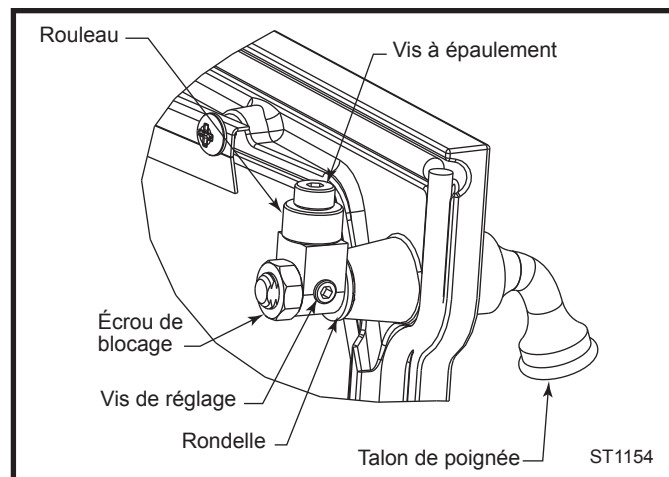

Fig. 44 Ajuster l'étanchéité de la porte en tournant le cliquet et/ou en retirant la rondelle.
1. Desserrez l'écrou de blocage avec une clé 9/16". (Fig. 44)